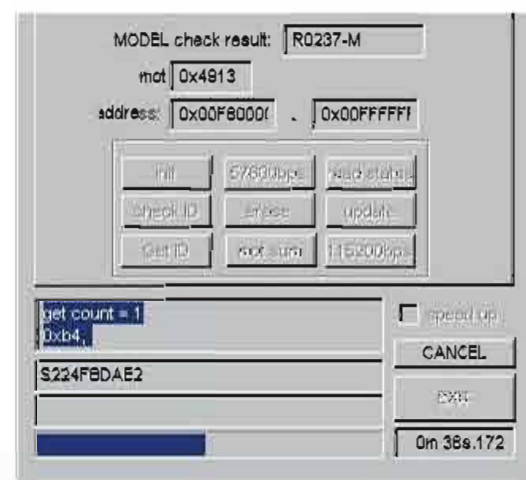

Fig. 3
7. Click [E.P.] to start writing. (Fig. 3)
8. When writing is completed, "Program Finished!" is displayed. (Fig. 3)
Click [OK]. (Fig. 3)
9. Click [EXIT] to end "DSP_FLASHER_v3.0_M16C80.exe". (Fig. 3)
7. [E.P.]をクリックし、書き込みを開始します。(Fig. 3)
8. 書き込み完了後、“Program Finished!”が表示されます。(Fig. 3)
[OK]をクリックします。(Fig. 3)
9. [EXIT]をクリックし、“DSP_FLASHER_v3.0_M16C80.exe”を終了します。(Fig. 3)